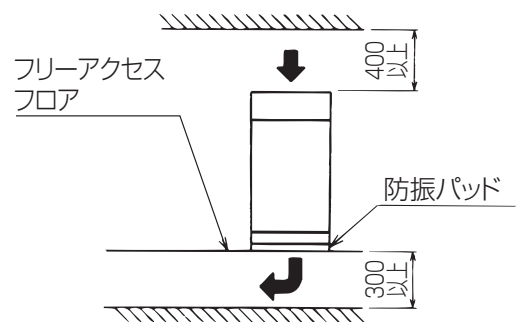

図2
- フリーアクセスフロアの床上げ高さとのユニットの吸込部の高さは図2に示した寸法以上を必ず確保してください。